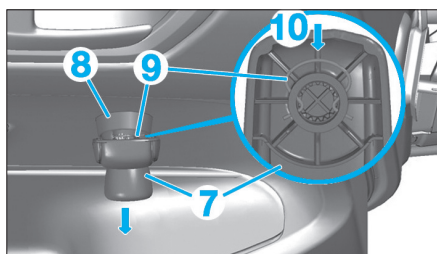
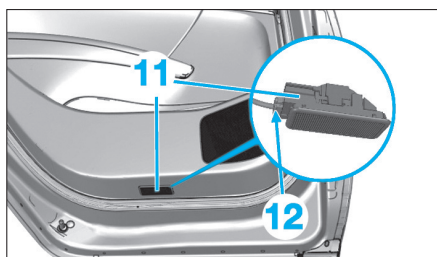

Fig. 60
Fig. 61
- Insérer un tournevis fin entre la manivelle (7) et l'embase (8) (Fig.60).
- Appuyer sur le clip (9) en (10) en tirant sur la manivelle de lève-vitre (7) comme illustré.
- Selon équipement, dégrafer l'éclaireur (11), puis débrancher le connecteur (12) (Fig.61).